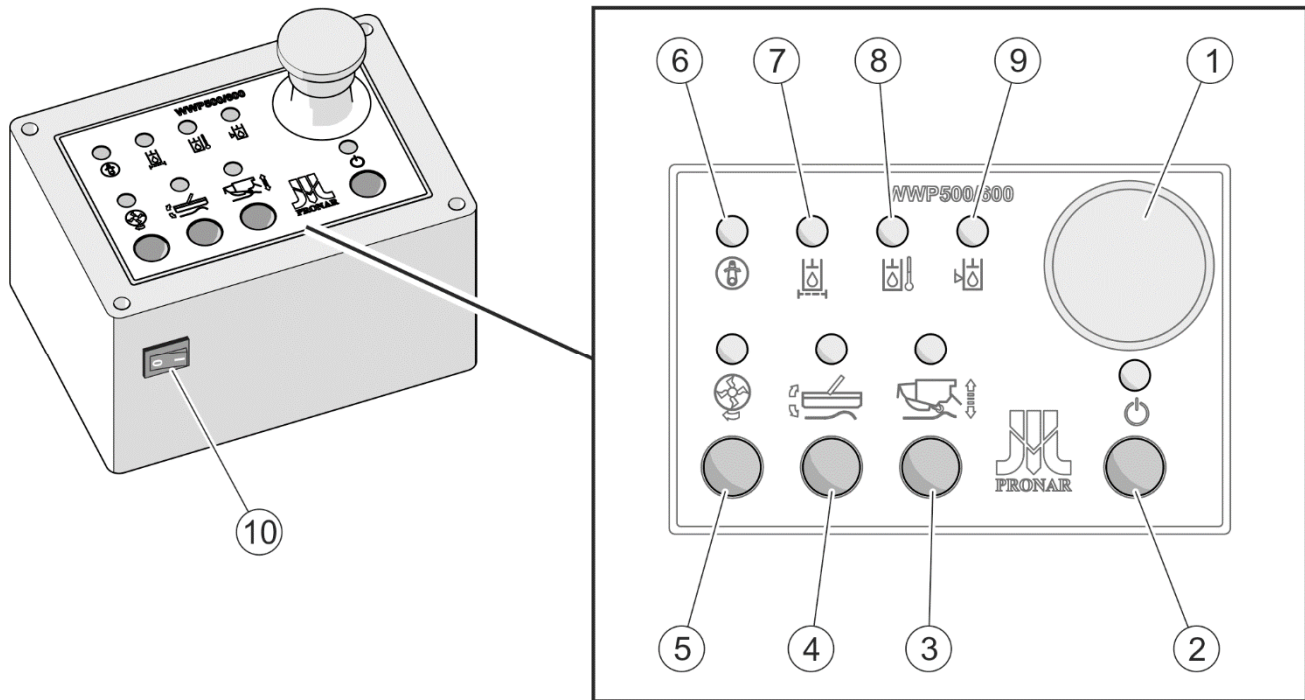
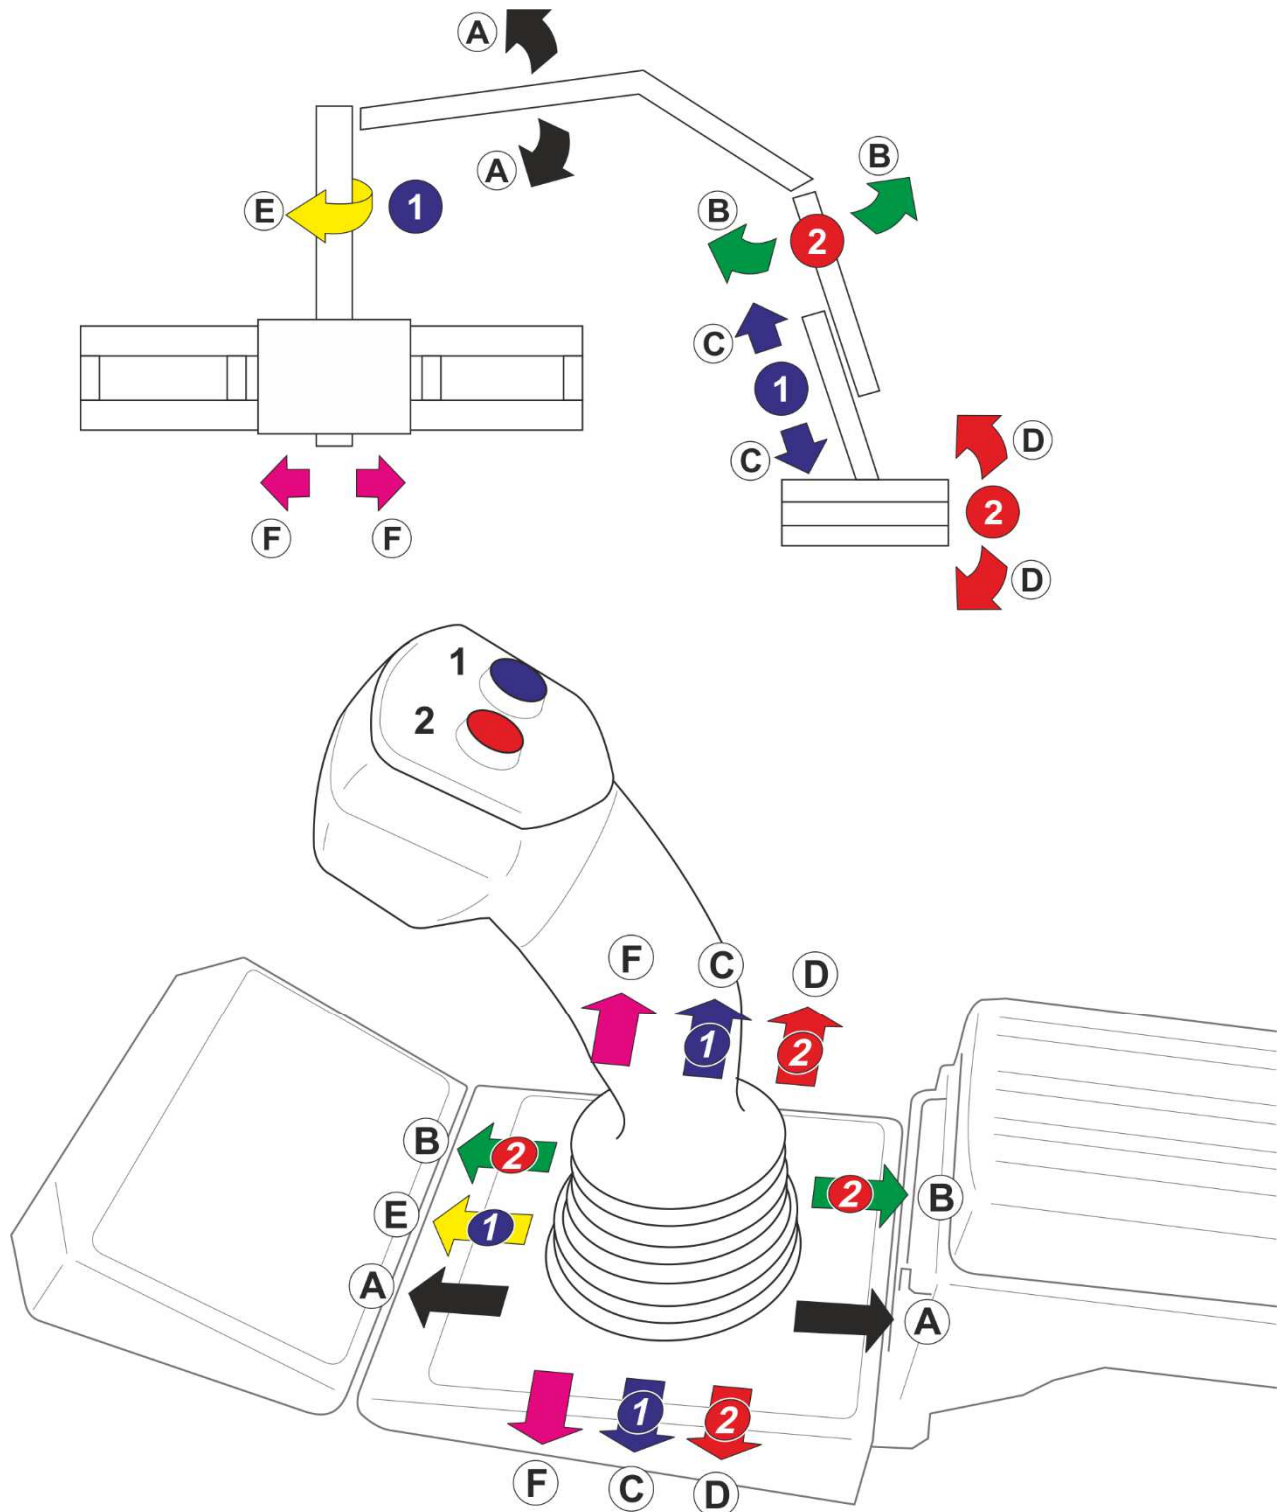
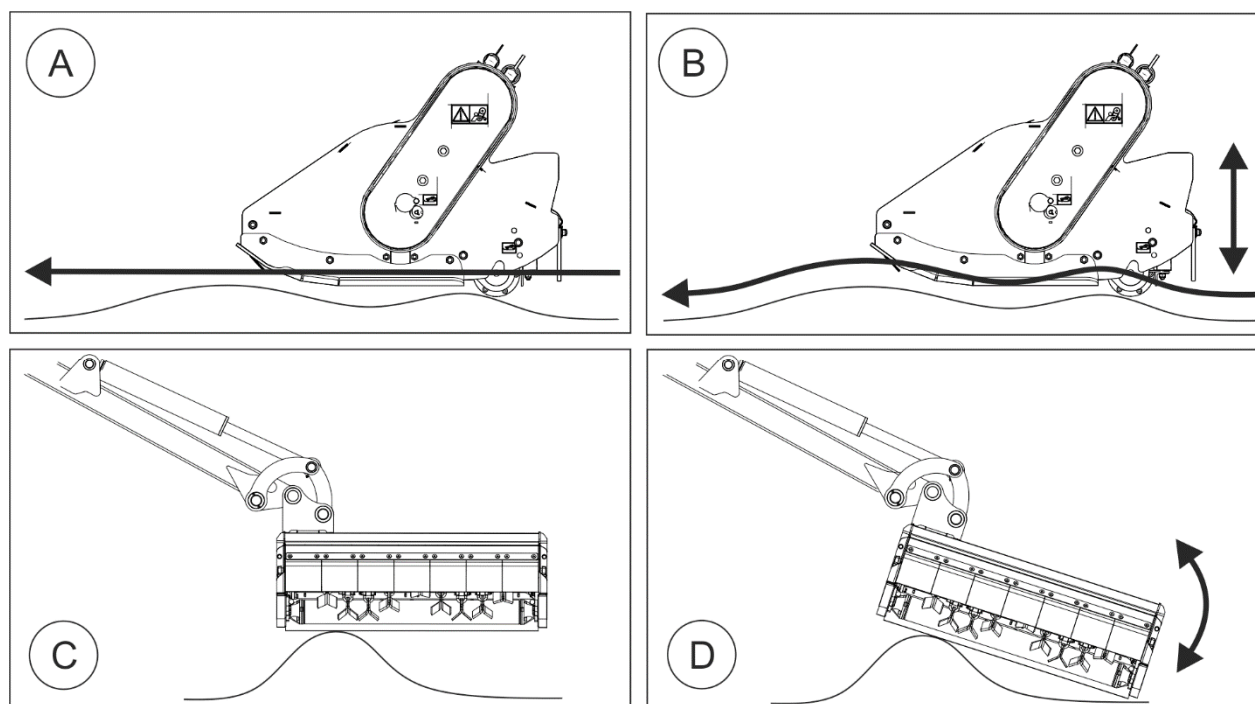

FIGURA 4.6 Panoul de control al brațului multifuncțional
FIGURA 4.7 Metoda de control la cilindri individuali ale brațului multifuncțional cu ajutorul joystick-ului.
FIGURA 4.11 Funcția de amortizarea brațului și poziția de plutire a înclinării capului.
Controlarea brațelor ale brațului multifuncțional și a capului de lucru este realizată cu ajutorul pulpitudului de control (FIGURA. 4.6) și joystick (FIGURA. 4.7) amplasate în interiorul suportului de unelte.
(1)- comutatorul (ciuperca) de siguranță; (2)- butonul și iluminatul de conectarea a controlului; (3)- butonul și iluminatul de amortizare a brațului; (4)- butonul și iluminatul de conectare poziției de plutire; (5)- butonul și iluminatul de conectarea capului de lucru; (6)- iluminatul de conectarea siguranței; (7)- iluminatul de control de contaminarea filtrului de ulei; (8)- iluminatul de control la temperatura de ulei; (9)- iluminatul de control la nivelul de ulei în rezervor; (10)- comutatorul principal de alimentare panoului de comandă.
Înainte de a manevra brațul multifuncțional trebuie apăsat comutatorul principal de alimentare a panoului (10) (FIGURA 4.6), urmând ca se comutați controlul panoul ținând apăsat butonul (2) timp de aproximativ 3 secunde. Activarea controlului este semnalizată de lumina aprinsă deasupra butonului de pornire.
Mișcarea brațului multifuncțional este realizată cu ajutorul joystick-ului. Metoda de control al joystick-ului este prezentată pe pictograma amplasată pe suportul joystick-ului (FIGURA 4.7).
Funcțiile individuale ale joystick-ului sunt următoare (FIGURA 4.7):
- porniți comutatorul principal de alimentare a pulpului (10) (FIGURA 4.6), urmând ca să porniți controlul pulpului prin ținerea butonului (2) timp de aprox 3 secunde. Activarea controlului este semnalizată de lumina aprinsă deasupra butonului de pornire.
- controlarea cilindrilor hidraulici corespunzători ale brațului (FIGURA 4.7) setarea capului de lucru în locul destinat de lucru;
- După setarea capului în poziția de lucru trebuie să porniți acționarea capului prin apăsarea butonului (5) de pe panoul de comandă (FIGURA 4.6). Pornirea acționării la cap este realizată după un interval de timp aprox. 2 secunde.
În timpul funcționării brațul multifuncțional trebuie să respecte o distanță în siguranță a brațelor și capului de lucru de la linii electroenergetice aeriene (FIGURA 4.7).
Când capul de lucru se deplasează pe un teren denivelat și necesită funcția de copierea terenului pe care se deplasează trebuie să porniți poziția de plutire de înclinarea capului de lucru cu butonul (4) (FIGURA 4.6). În acest moment capul își schimbă poziția de înclinare adaptânduși poziția la denivelare terenului (D) (FIGURA 4.11).
Când capul de lucru funcționează pe nivelul solului și necesită funcției de copierea solului prin care se deplasează în nivel vertical, trebuie să porniți funcția de amortizare a brațului cu butonul (5) (FIGURA 4.6). În acest moment brațul multifuncțional lejer își schimbă poziția în vertical adaptânduși poziția capului la terenul denivelat (B) (FIGURA 4.11).
Când utilizați brațul multifuncțional, acordați atenție la denivelări și obstacole aflate în calea brațelor în mișcare. În cazul întâlnirii unui obstacol brațul principal se rotește, se aprinde indicatorul de siguranță (6) (FIGURA 4.6) și este emis un semnal sonor. Trebuie să opriți cât mai repede suportul de unelte și să evitați obstacolul și capul de lucru ridicat, urmând ca cu